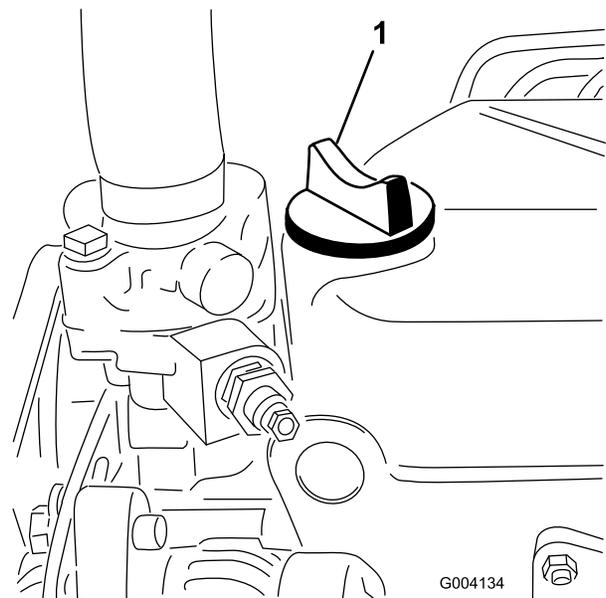

Figure 34
5. Si le niveau n'atteint pas le repère maximum, enlevez le bouchon de remplissage (Figure 34) et faites l'appoint jusqu'à ce que le niveau correct soit atteint.